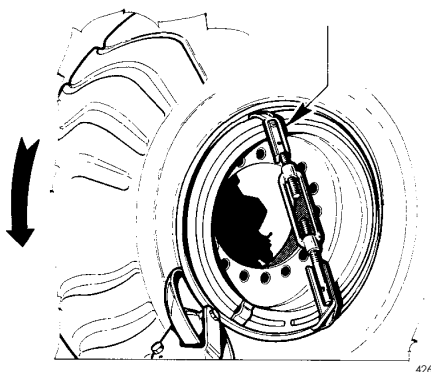

Abb.38
2. Die Abdrückscheibe am Felgenrand ansetzen (Abb.38). Wenn der Sprengring am Reifen verklebt ist (bei EM-Reifen), ist es zum Abdrücken nötig, ihn mit der Spezialklemme #4007611 (auf Anfrage) an die Felge zu binden.